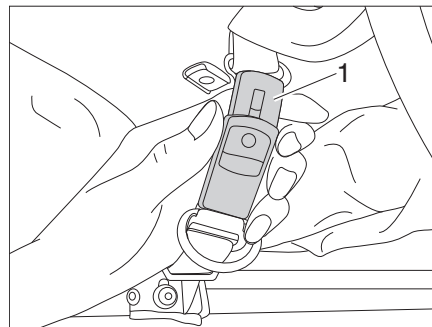

Bild 17 Sicherungsgurt öffnen
- Sicherungsgurte (Bild 17,1) öffnen.